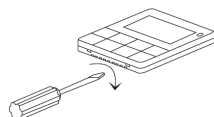

Рис. 1
2. Вставьте шлицевую отвертку в нижний паз проводного контроллера, как показано на рис.1, и поверните ее. В результате чего откроется задняя крышка (не прилагайте большого усилия, чтобы не повредить плату).